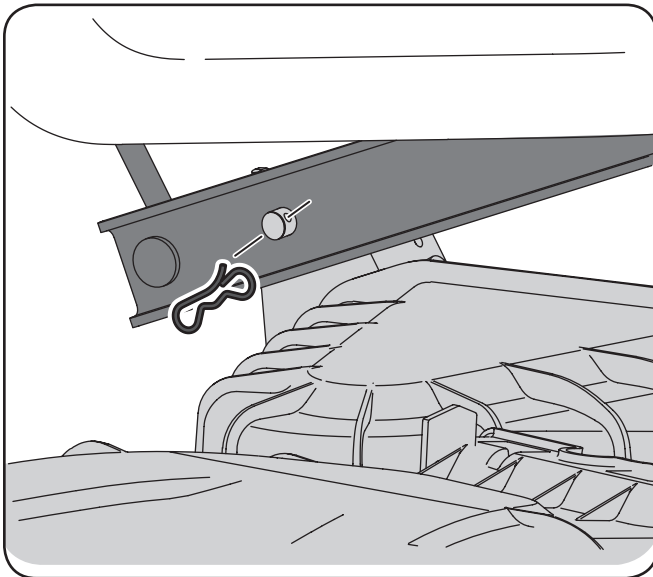

Figura 7-3
- Mirando hacia la plataforma de corte desde el lado izquierdo del tractor, ubique el pasador de chaveta del lado posterior izquierdo de la plataforma. Consulte Figura 7-3.
- Retire el pasador y saque el pasador de la plataforma del brazo de elevación de la misma. Consulte Figura 7-3.